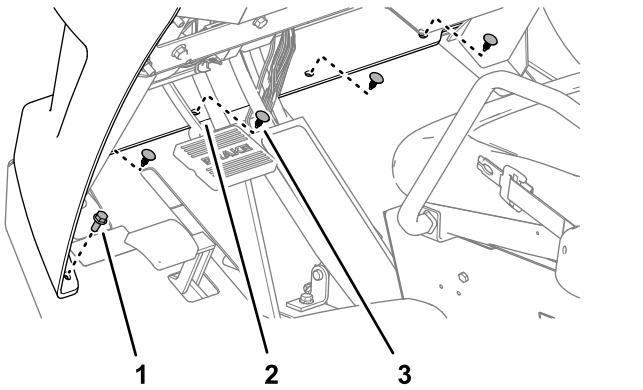

Figura 141
4. Monte la pestaña inferior del capó en la máquina con 4 grapas (Figura 141).
5. Sujete la pestaña a la máquina (Figura 141) con 2 pernos con arandela prensada (5/16" x 3/4").